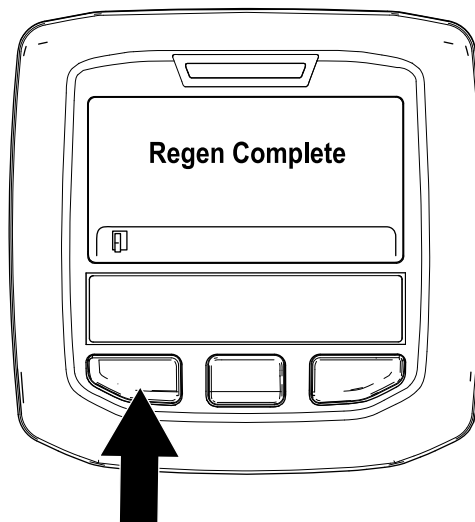

Figure 35
9. La régénération en stationnement est terminée quand le message « Regen Complete » (régén. terminée) s'affiche dans l'InfoCenter. Appuyez sur le bouton gauche pour quitter l'écran d'accueil (Figure 35).